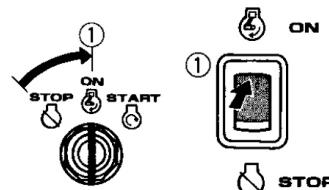

Рис.12
- Переведіть перемикач запалювання двигуна в положення ON («УВІМК.»)(Рис.12).
6. Переведіть важіль повітряної заслінки карбюратора в положення OFF («ВІМК.») (Рис. 12).